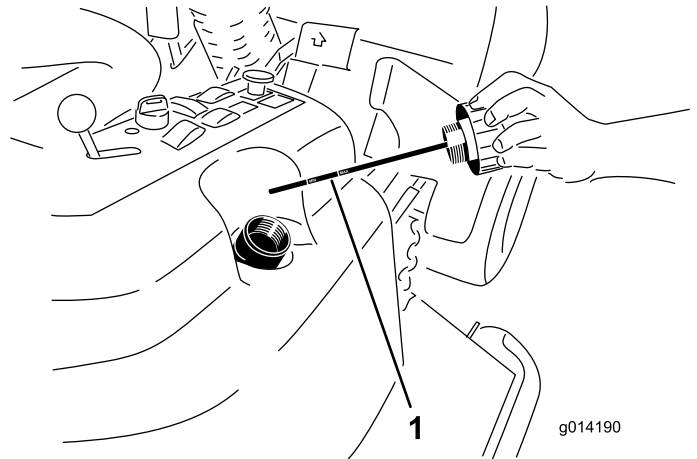

Рисунок 48
4. Снимите крышку заливной горловины бака гидравлической жидкости (Рисунок 48).
5. Выньте масломерный щуп и протрите его чистой ветошью (Рисунок 48).
6. Вставьте масломерный щуп в заливную горловину до отказа; затем извлеките его и проверьте уровень жидкости (Рисунок 48).